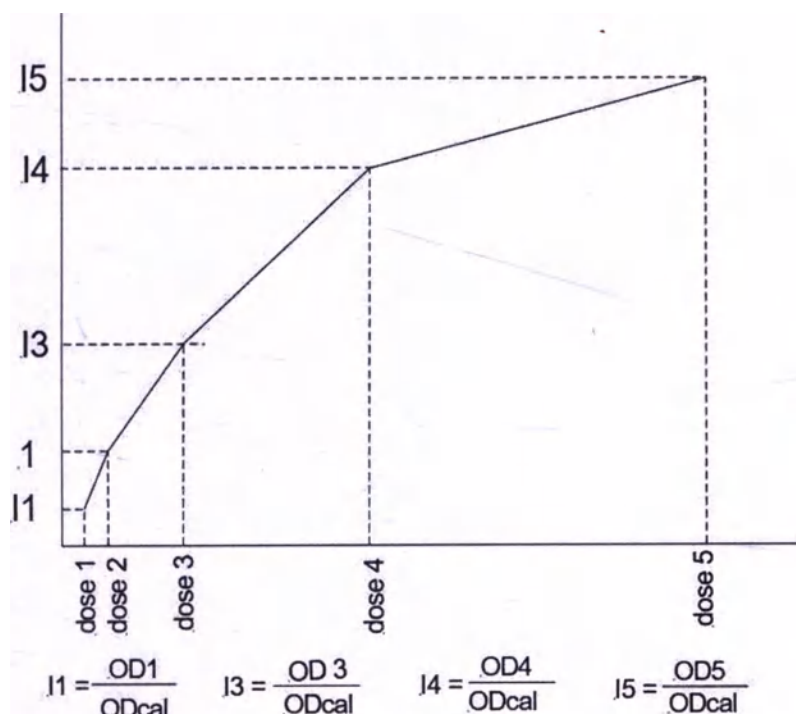

рис.111
Его значение сохраняется в памяти; в противном случае, появляется ошибка Cal Low или Cal High и калибровка отменяется. После этого, если калибровка прошла успешно, калибровочная кривая (CC) составляется по 4 параметрам: I1, I3, I4 и I5 которые могут быть определены из штрих-кода калибратора или из шкалы dose1, dose2, dose3, dose4 и dose5, имеющейся в файле тестов (см. рис. 111)